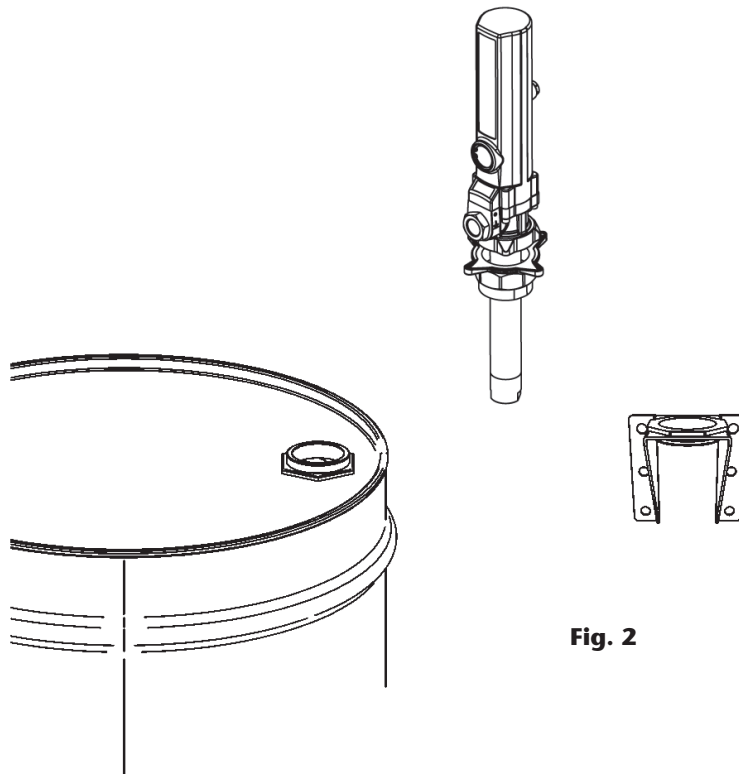

Fig. 2
These pumps can be mounted directly on drums, tanks or on a wall bracket (p.n. 360 102) fitted with a 2" bung (fig 2).
Les pompes peuvent être installées directement sur fût, sur citerne ou sur un support mural (réf. 360102) muni d'un raccord 2" BSP (F) (fig. 2).
Las bombas pueden ser montadas directamente sobre bidones, cisternas o sobre un soporte mural (cód. 360 102) que dispongan de rosca 2" BSP H (fig. 2).
Die Pumpe kann direkt auf dem Faß oder auf der Wandkonsole befestigt werden (Bild 2). Dazu die Sternschraube lösen, die untere Mutter herausziehen und in der 2"-Öffnung am Faß oder der Wandhalterung verschrauben.